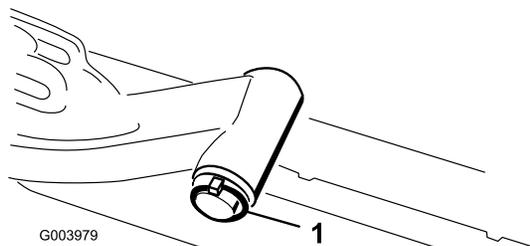

Figure 9
- A. Retirez la goupille à anneau et la rondelle qui fixent l'axe de pivot du bras de relevage au bras de relevage, et sortez l'axe de pivot du bras de relevage (Figure 9).
- C. Insérez l'axe du bras de relevage dans le bras de relevage et fixez-le à l'aide de la rondelle et de la goupille à anneau (Figure 9).